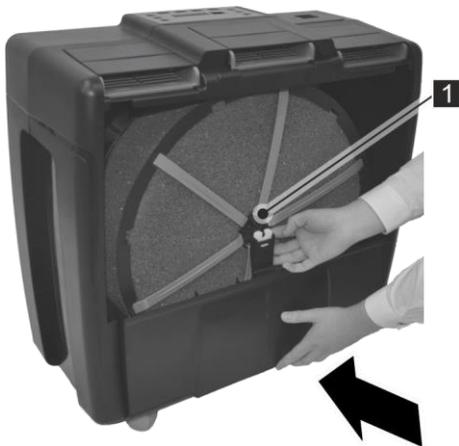

Abb. 18: Filtertrommel fixieren
3. → Wasserbehälter festdrücken und dabei die Nabe der Filtertrommel mit der Aufnahme des Tanks (Abb. 18/1) fixieren.